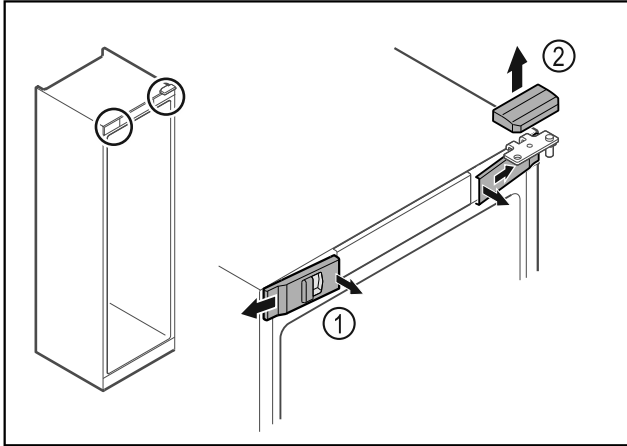

Fig. 12
- Voorste afdekking Fig. 12 (1) binnen ontgrendelen en naar de zijkant toe verwijderen.
- Bovenste afdekking Fig. 12 (2) naar boven toe verwijderen.